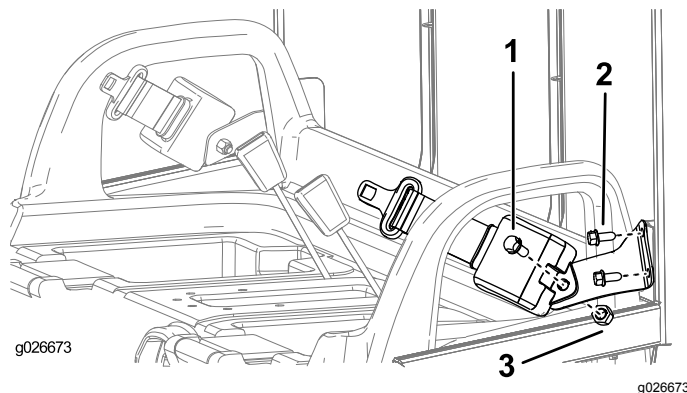

図 7
1. シートベルト用ブラケットを ROPS についている各タブに取り付けるボルト 3/8 インチ 2本を使用し 図 7に示すように取り付ける。
3. 各シートベルトの引き込み側を、それぞれのアンカーブラケットに取り付ける各々についてボルト 7/16 インチ とナット 7/16 インチ を使用し、図 7に示すように取り付ける。